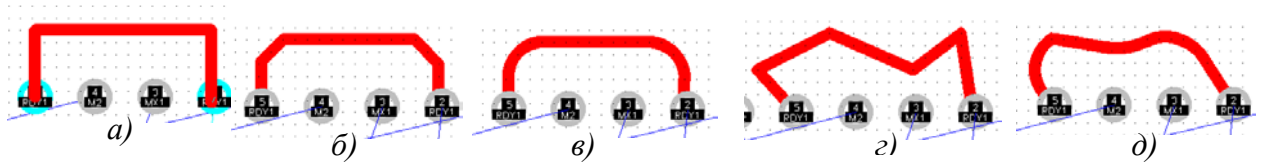

Рис. 9-29. Варианты выполнения изломов проводников
Очень часто варианты сопряжения отдельных сегментов трассы регламентируются назначением устройства или технологическими ограничениями. Система P-CAD обладает достаточно большими возможностями в этой области. Для примера на рис. 9-29 показаны допустимые варианты сопряжения отдельных сегментов трасс:
- проводники ортогональны (рис. 9-29,а);
- сглаживание отрезками прямых под углом 45 градусов (рис. 9-29,б);
- сопряжение по дуге (проводники ортогональны) (рис. 9-29,в);
- проводники под любым углом без сглаживания (рис. 9-29,г);
- сглаживание касательными дугами (проводники под любым углом) (рис. 9-29,д).